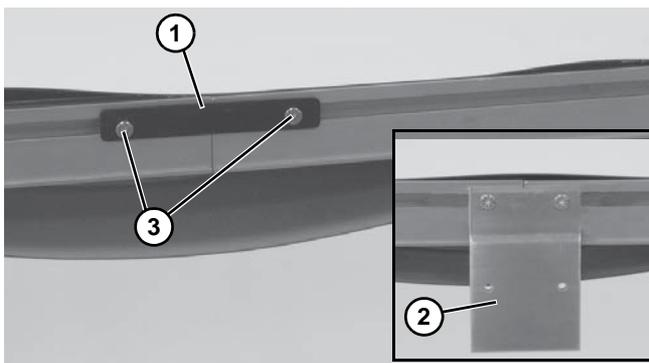

Figure 8
4. Joindre les sections du convoyeur et installer les plaques de connexion (**Figure 8, élément 1**) ou les supports de montage et de connexion (**Figure 8, élément 2**) et les vis (**Figure 8, élément 3**) des deux côtés comme illustré. Serrer au couple de 7 N.m.